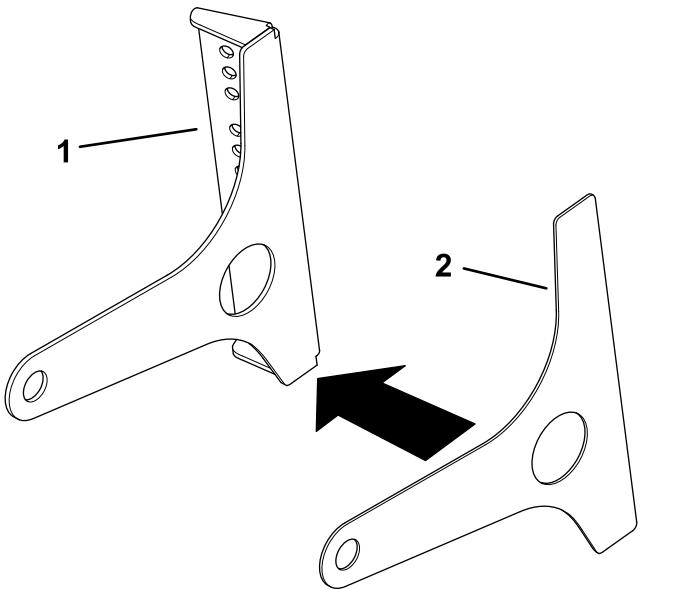

Figura 3
- Fate aderire la guarnizione della maniglia all'attacco dello specchietto (Figura 3).